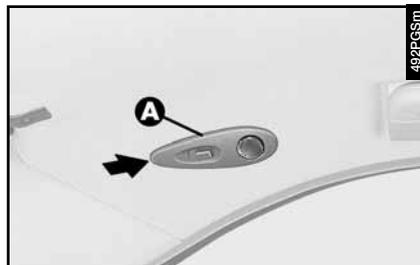

fig. 71
– Sortir le plafonnier (**A-fig. 71**) en faisant levier dans le point indiqué par la flèche.